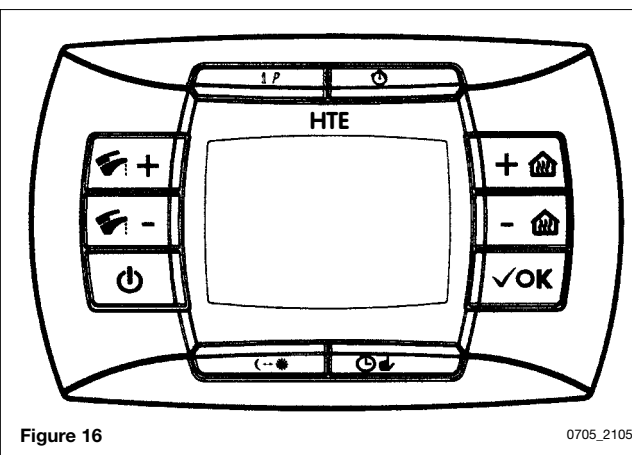

Figure 16
- appuyer et maintenir appuyée la touche  et ensuite appuyer la touche  (voir figure 16).